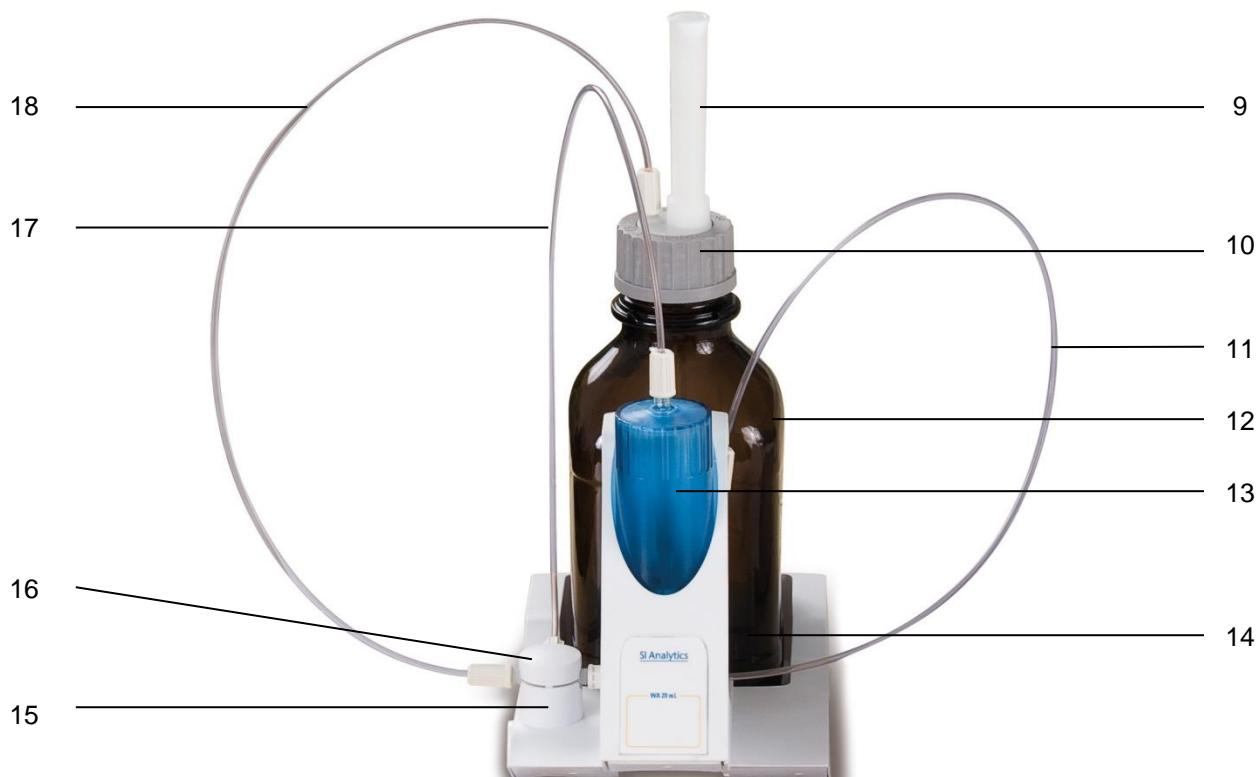

Fig. 15
Fig. 15 montre une unité interchangeable entièrement assemblée.
2. Poser le couvercle de vanne sur la vanne comme figuré (Fig. 15).